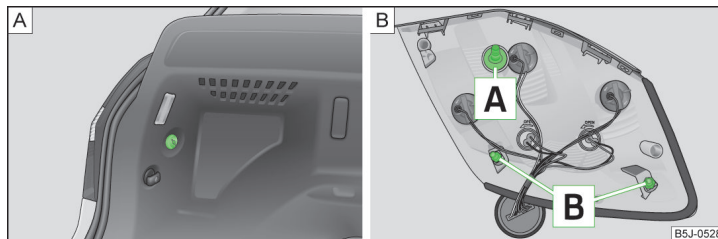

Fig. 162 Piulițe din material plastic / blocul optic spate
- › Cu o mână țineți blocul optic spate și cu cealaltă mână deșurubați piulița din material sintetic » fig. 162 - **A**.
- › Pentru montarea la loc, introduceți mai întâi blocul optic spate cu șurubul **A** în orificiul din caroserie » fig. 162.
- › Cu o mână țineți blocul optic spate, iar cu cealaltă mână înșurubați și strângeți piulița » fig. 162 - **A**.